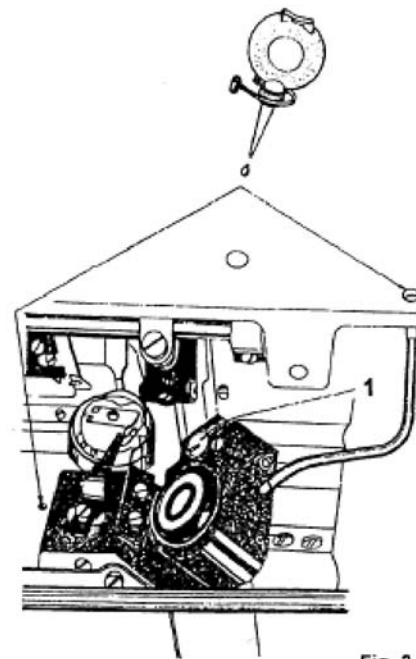

Fig. 2
6) Регулировка смазки челнока (рис. 2)
10. Регулировка держателя челнока (рис. 2)